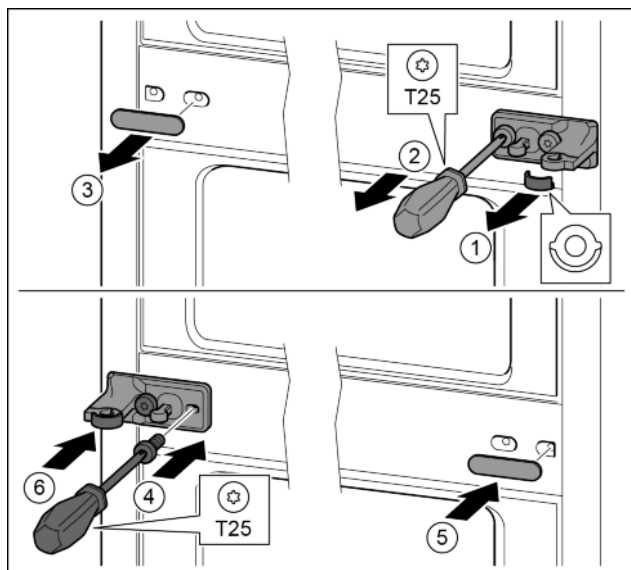

Fig. 15
- ▶ Extrageți șaiba. Fig. 15 (1)
- ▶ Demontați șuruburile cu șurubelnița T25. Fig. 15 (2)
- ▶ Desprindeți cu precauție capacul. Fig. 15 (3)
- ▶ Înșurubați ferm pe cealaltă parte suportul de lagăr cu folie rotit cu 180°. Fig. 15 (4)
- ▶ Atașați pe cealaltă parte capacul rotit cu 180°. Fig. 15 (5)
- ▶ Montați șaiba din față. Fig. 15 (6)